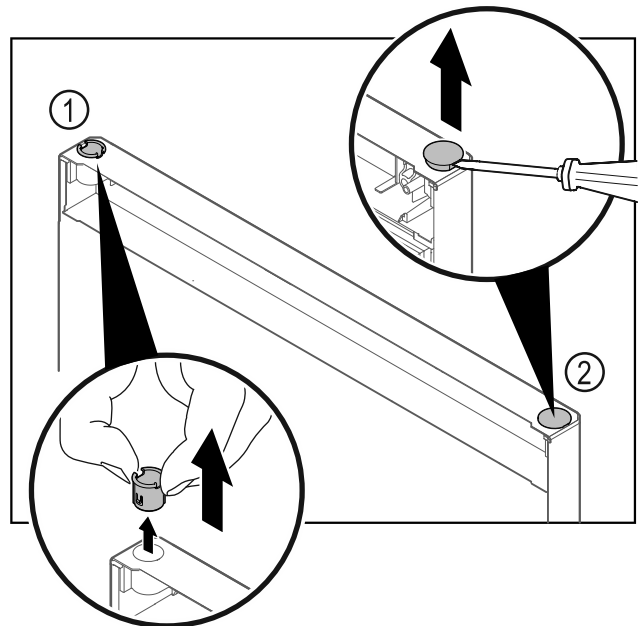

Fig. 26
- ▶ Retirer la bague Fig. 26 (1) avec les doigts.
- ▶ Soulever délicatement le bouchon Fig. 26 (2) avec un tournevis plat et le retirer.